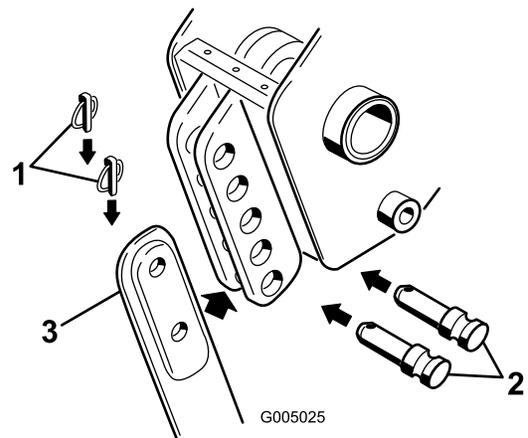

Figure 4
3. Enlevez les deux goupilles de blocage du support de lame, puis les axes de chape (Figure 4) et la lame existante (si elle est montée).
4. Glissez la nouvelle lame dans le support et fixez-la à la profondeur voulue (choisissez des trous de montage différents pour modifier la profondeur par paliers de 7,6 cm, à l'aide des axes de chape et des goupilles de blocage enlevés précédemment (Figure 4).
2. Enlevez la goupille de blocage et l'axe de chape inférieurs qui fixent la lame à l'enfouisseuse (pour déposer complètement la lame, enlevez les goupilles de blocage et les axes de chape supérieurs et inférieurs) (Figure 4).